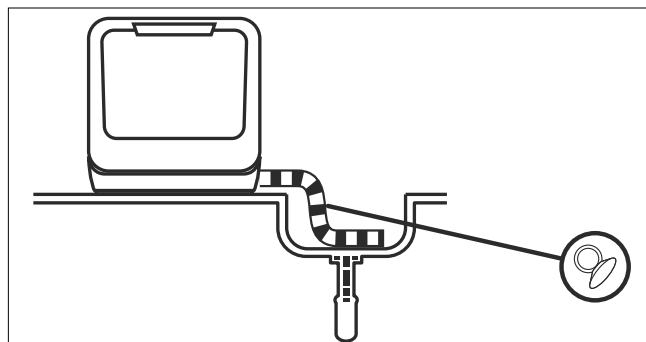
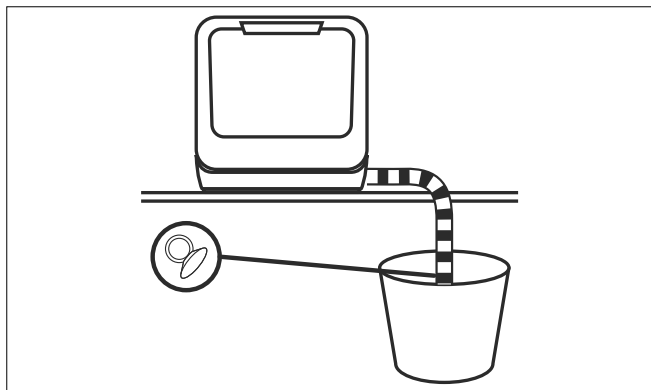

Fig. 10 – Évacuation dans un lavabo
Fig. 11 – Évacuation dans un récipient
- ▶ Suspendez l'extrémité du tuyau d'évacuation dans un lavabo (voir Fig. 10) ou un récipient suffisamment grand (voir Fig. 11).